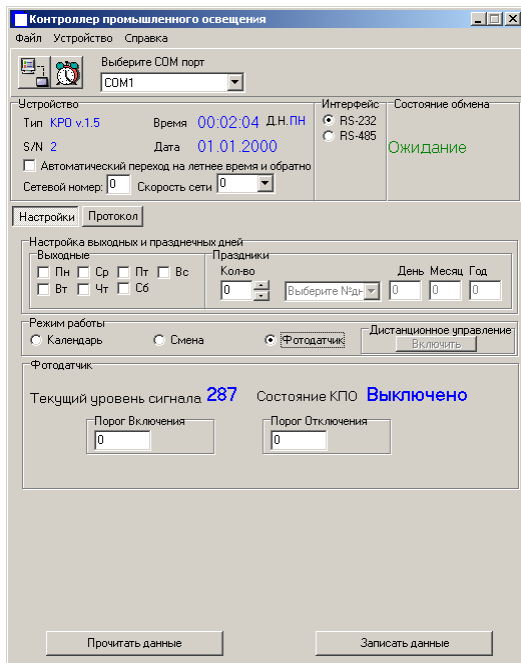

Рис. 6
2.2.23 При выборе режима «Фотодатчик» необходимо выполнить следующие настройки (рис. 6).